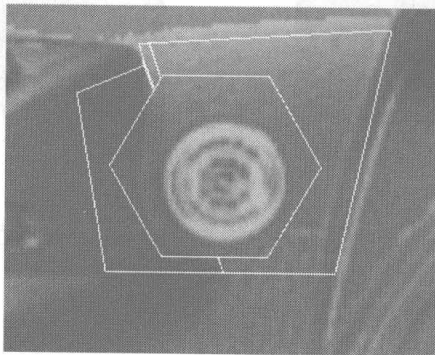

图 6.62
- 03** 在 Standard Primitives 选项栏中选择 Compound Objects 命令，在 Object Type 卷展栏中单击 **Boolean** 按钮，然后在 Pick Boolean 卷展栏中单击 **Pick Operand B** 按钮，在 Front 视图中选择圆柱体进行布尔运算，如图 6.62 所示。